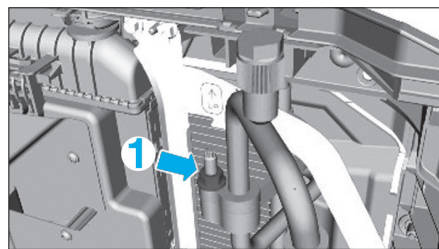

Fig. 10
- Déposer l'écrou (1) (Fig.10).